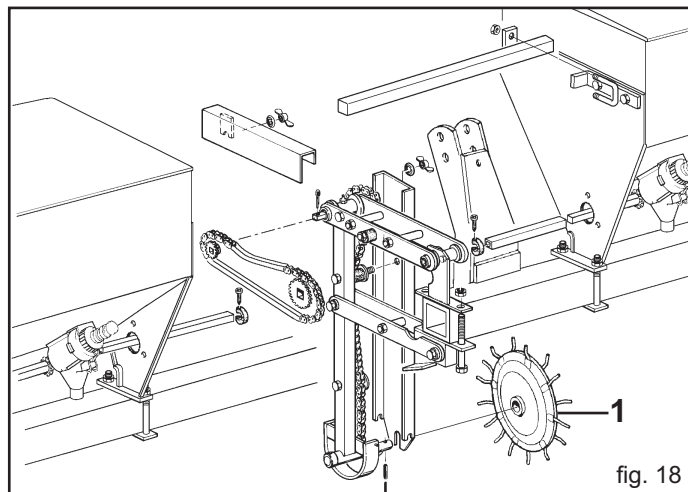
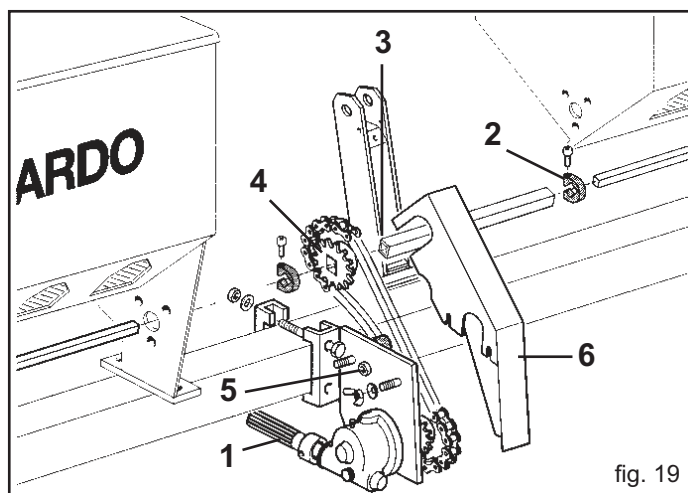

fig. 18
fig. 19
COMPLETARE TRANSMISIE (Fig. 18)
La cerere este posibilă obținerea transformării transmisiei mecanice (Fig. 18) în transmisie cu cardan (Fig. 19).
- 2) Fixați pe cadrul purtător, pe partea SX a atașării în trei puncte, reductorul (1, Fig. 19) cu șuruburile și piulițele din dotare.
- 3) Slăbiți opritoarele de pe ax (2) pentru a putea scoate manșonul (3) și pe același ax introduceți roata dințată Z24 (4) alineând-o cu roata dințată Z12 a reductorului.
- 5) Reglați tensiunea lanțului rotind întinzătorul și blocându-l cu piulița (5).
- 6) Strângeți protecția (6) cu piulițele corespunzătoare.